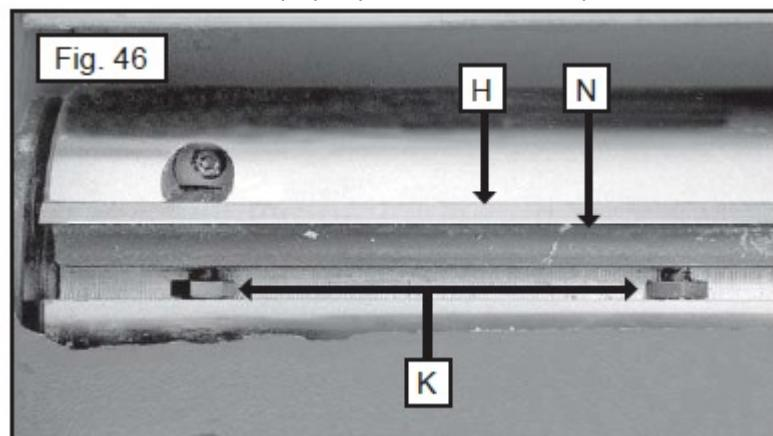

Рис. 46
- A. Снять с режущего вала нож (Н), рис. 46, планку (N) крепления и установочные винты (К). Повторить данные действия с другими ножами, планками крепления и установочными винтами.